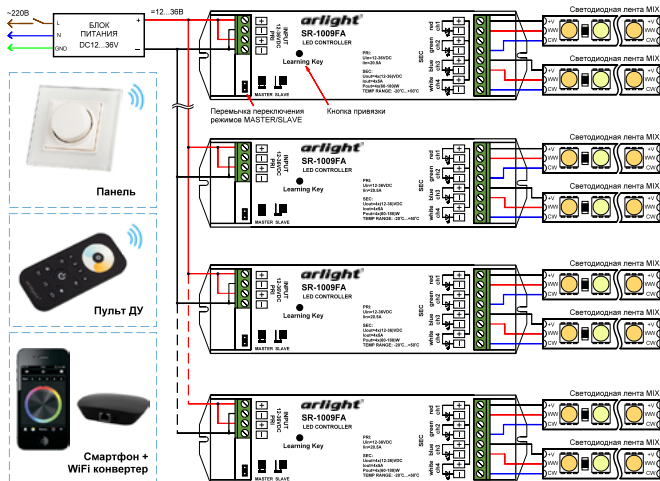

Рис.2. Схема подключения оборудования на примере контроллеров SR-1009FA
3.4. Подключите контроллер и светодиодную ленту. На Рис. 2 показан пример подключения контроллера SR-1009FA (подробнее, см. инструкцию к используемому контроллеру).